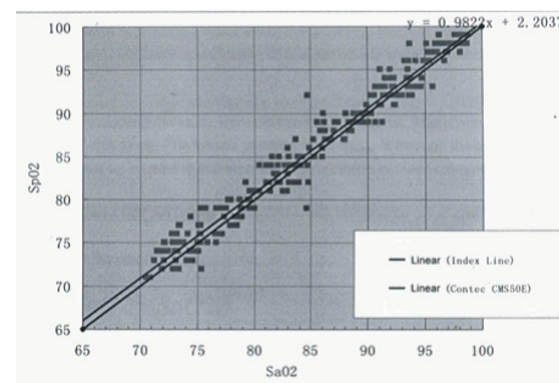

Figure 6 : Graphique de la régression de la SpO₂
9. **Essai clinique** : Graphique de la régression de la SpO₂ et graphique de Bland-Altman (figures 6 et 7).